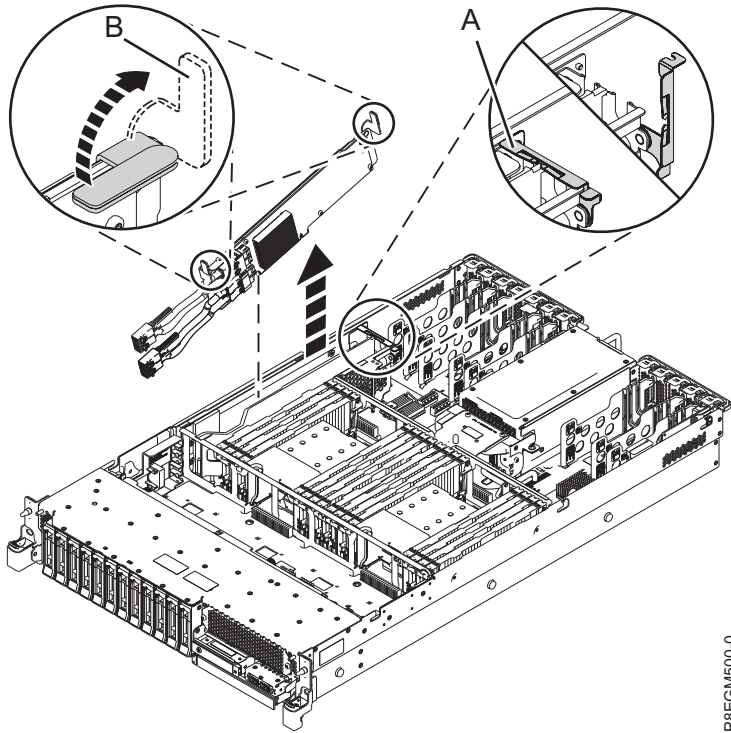

Figure 12. Retrait de la carte SAS RAID interne
5. Soulevez le crochet de fixation du câble (**A**) dans la direction illustrée à la figure 12, à la page 14.
6. Soulevez les poignées bleues (**B**) dans la direction illustrée à la figure 12, à la page 14.